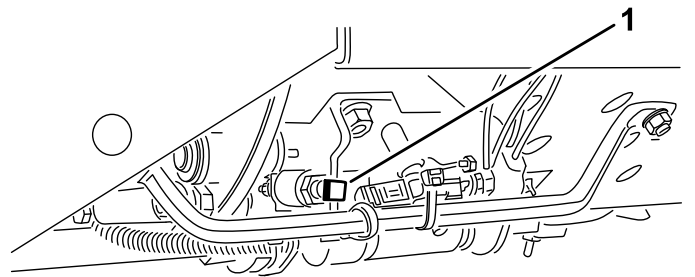

Figura 23
**Importante:** La velocidad de siega se ajusta en fábrica a 9,7 km/h. Puede aumentar o reducir la velocidad de siega ajustando el tornillo de tope de velocidad (Figura 23).